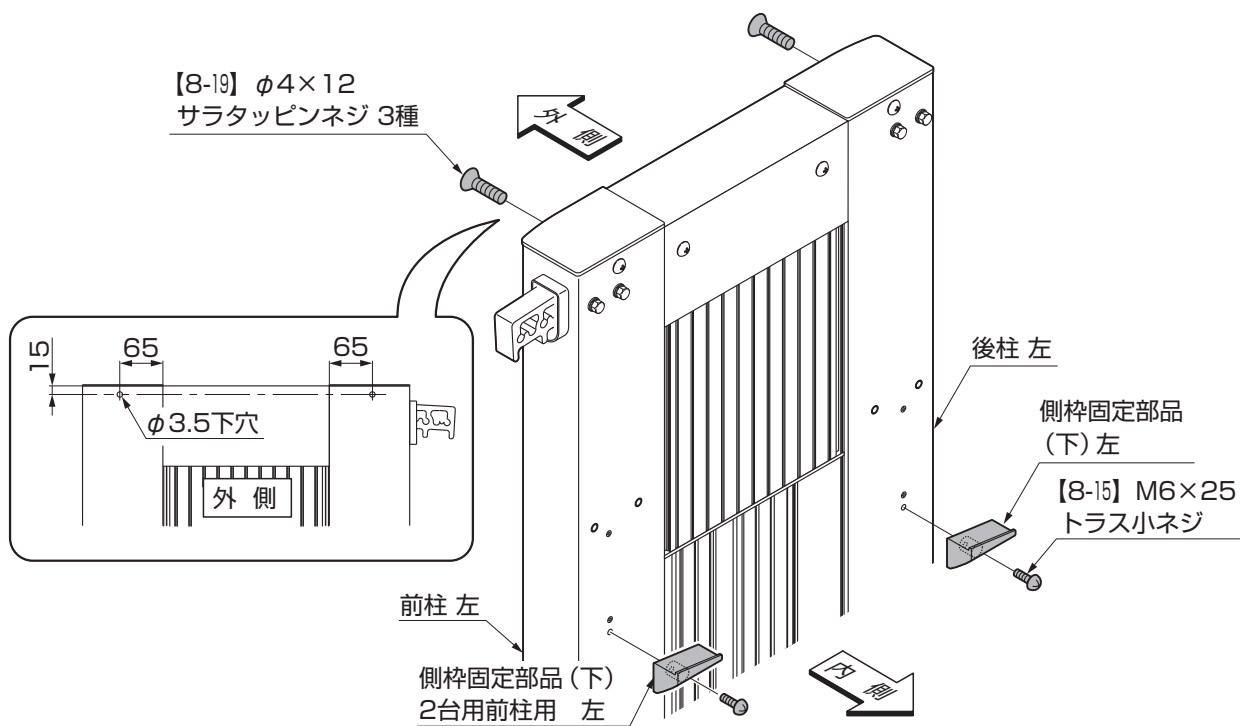

図5-1
- ①側枠固定部品（下）2台用前柱用と側枠固定部品（下）に穴加工をしてください。（図5-1、図5-2参照）
- ②側枠固定部品（下）2台用前柱用と側枠固定部品（下）を2台用柱の内側に【8-15】で取付けてください。
- ③2台用柱にφ3.5の穴をあけて【8-19】を取付けてください。